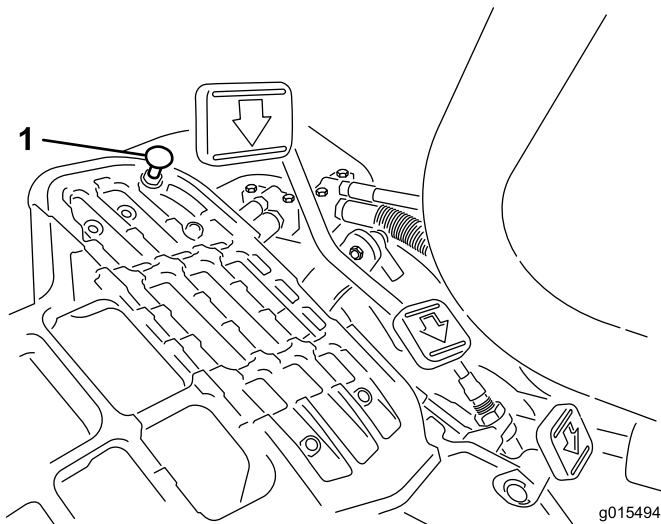

Bild 48
Stellen Sie den Funktionsschalthebel in die Transportstellung und drücken Sie das Gaspedal nach unten, um die maximale Transportgeschwindigkeit zu erreichen. Wenn das Pedal den Anschlag erreicht (Bild 48), bevor das Kabel gespannt ist, müssen Sie die Einstellung ändern:
1. Stellen Sie den Funktionsschalthebel in die Transportstellung, lösen Sie die Sicherungsmutter, mit der der Pedalstopp an der Grundplatte befestigt ist (Bild 48).